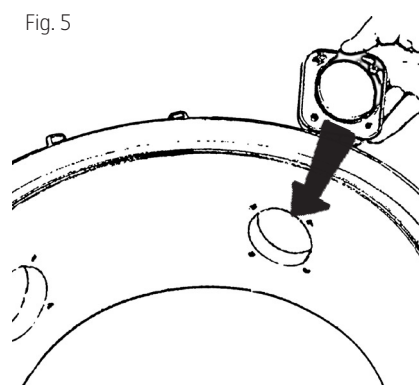

Fig. 5
4. Flyt sugerørsfatningen hen til det nye udtag. **BEMÆRK!** Fatningen er mærket "Up". Sørg for, at fatningen monteres med "Up" vendt opad. Fastgør fatningen ved at montere de fire skruer og stramme dem, fig. 5.